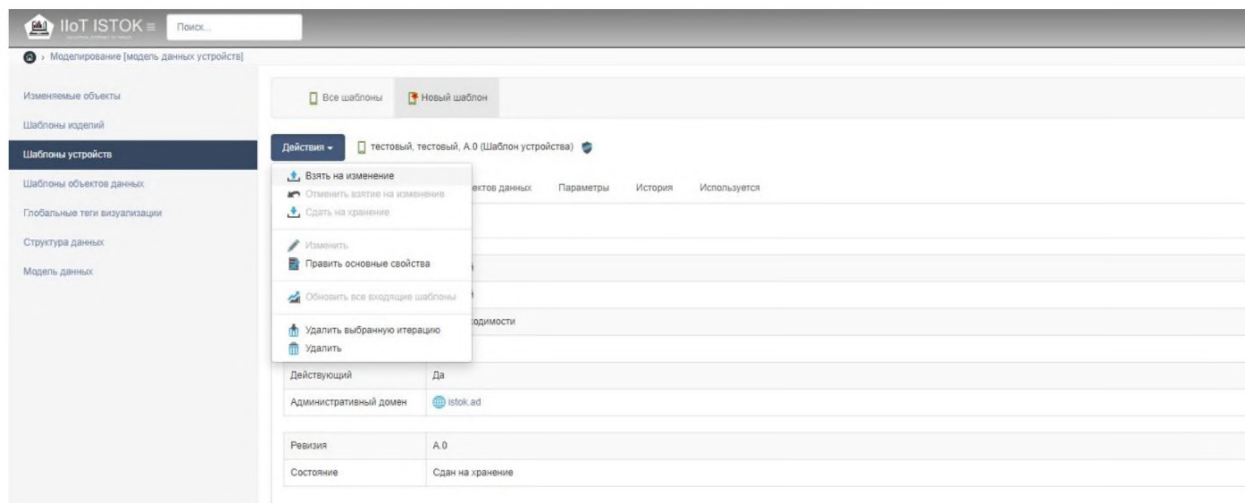

Рисунок 41 – Изменение шаблона устройства
5) Нажмите **Действия, Взять на изменение** (рис. 41).